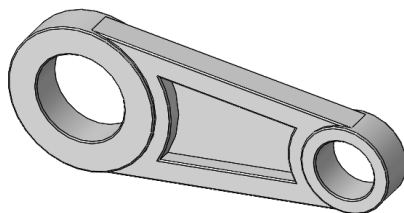

图 4-135 连杆模型
(2) 建立连杆模型，如图 4-135 所示。要求使用拉伸凸台/基体、拉伸切除、简单孔、倒角和圆角等特征命令工具。